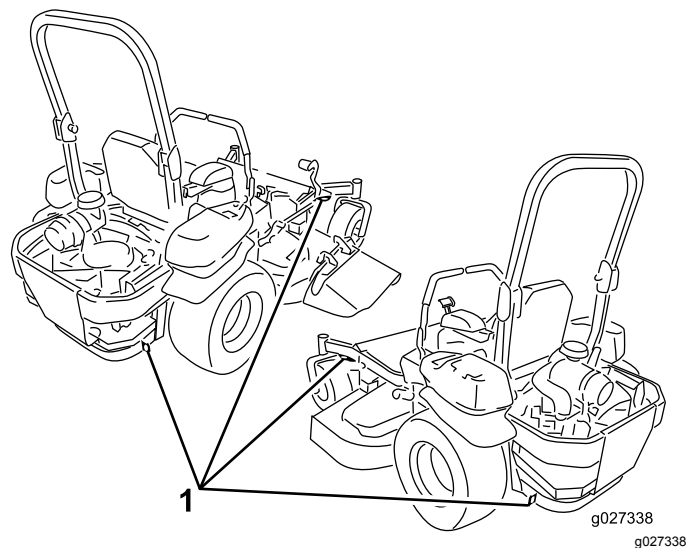

Figura 37
5. Utilice los puntos de amarre de la máquina para sujetarla firmemente al remolque o al camión con correas, cadenas, cables o cuerdas (Figura 37).